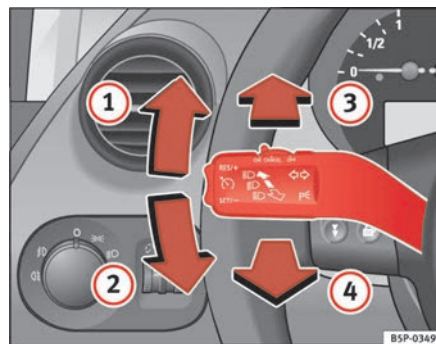

Fig. 78 Leva degli indicatori di direzione e degli abbaglianti
- Spingere la leva verso l'alto (fino al riscontro) ⇒ **fig. 78 ①** se si vuole mettere la freccia **a destra**; verso il basso **②** invece, per mettere la freccia **a sinistra**. ▶
- Per accendere gli abbaglianti si deve spingere in avanti la leva ⇒ pag. 120, fig. 78 ③.